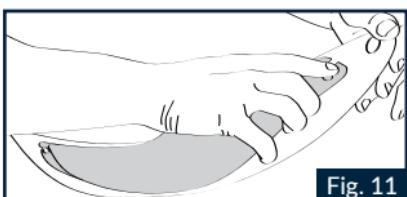

Fig. 11
3.2 Das Visier aufbiegen und das Innenvisier PINLOCK® von den Zapfen lösen (Abb.11).